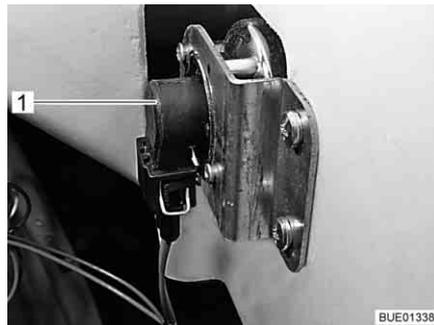

Fig. 255 Intermitentes
- Meter la mano detrás del portalámparas (Fig. 255,1).